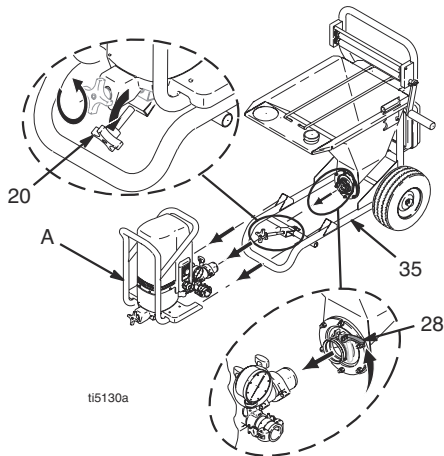

FIG. 8
3. Fig. 8. Loosen clamp rod (20).